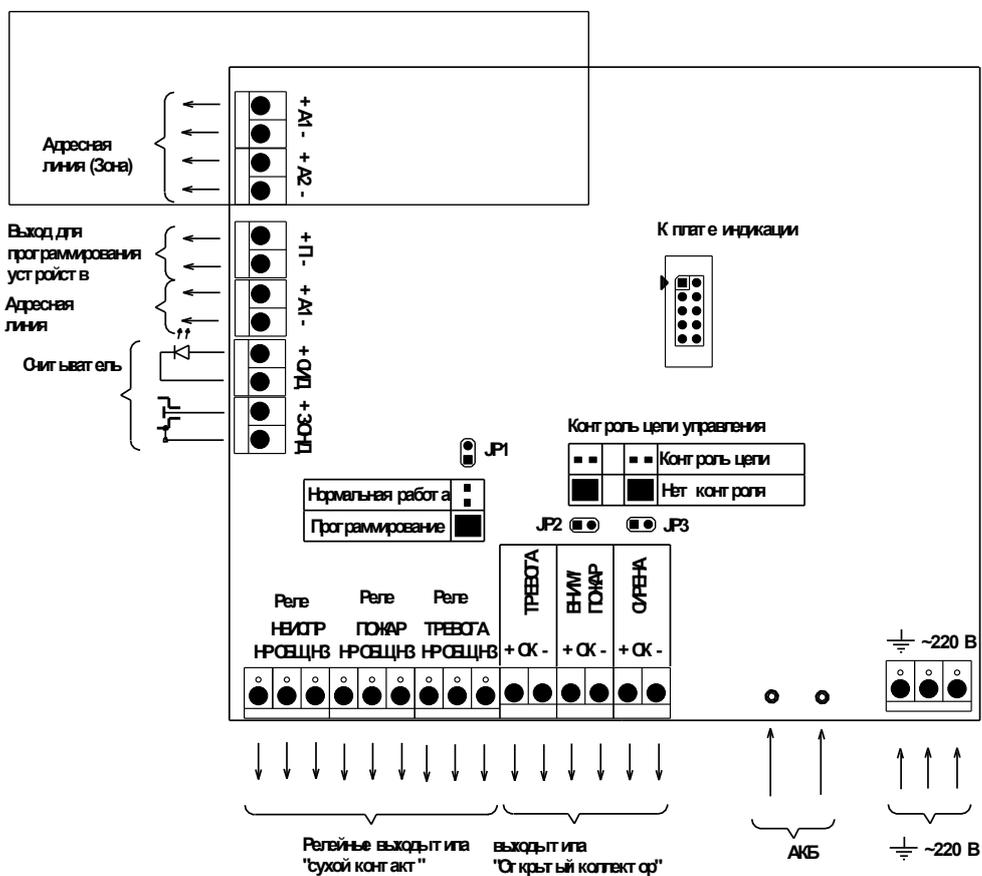

Рис. 3. Расположение клемм подключения на системной плате АПКП.
5.1.3. На системной плате (рис.3) расположены клеммы:
5.1.4. На системной плате рис.3 расположены три переключки (три джампера):